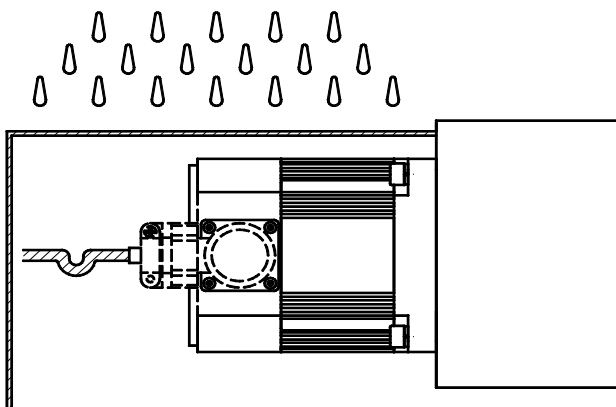

图 1
10.1 电动机结构按 GB 4208—2008/IEC 60529:2001《外壳防护等级(IP 代码)》，GB/T 4942.1—2006《旋转电机整体结构的防护等级 (IP 代码) 分级》的 IP65 进行防护，防止人体触及电动机内部危险部件，以及外来物质的干扰，保证电动机正常工作。由于大部分切削液、润滑剂等液态物质渗透力很强，电动机长时间接触这些液态物质，很可能会导致不能正常工作或使用寿命缩短，因此在电动机安装使用时需采取适当的防护措施，尽量避免接触上述液态物质，更不能将其置于液态物质里（如图 1 所示）。
10.2 当电动机电缆排布不当时，可能会导致切削液等液态物质沿电缆导入并积聚到接插件处，继而引起电动机故障。因此，在安装使用时尽量使电动机接插件朝下（如图 1 所示）或朝水平方向布置。